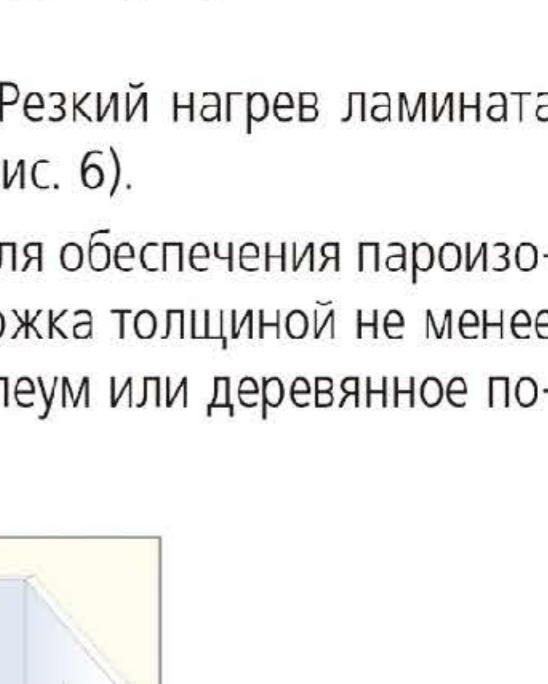

Рисунок 4
- Ламинат укладывается плавающим способом, то есть панели никоим образом не должны быть прикреплены к основанию, соответственно, СТРОГО воспрещается жесткое крепление панелей при помощи гвоздей, шурупов, клея и т.п. (см. рис. 4)